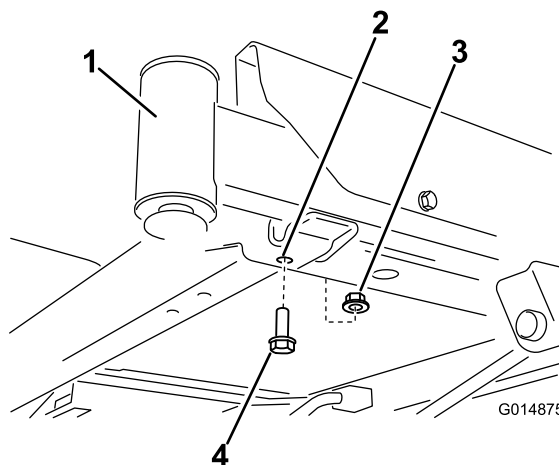
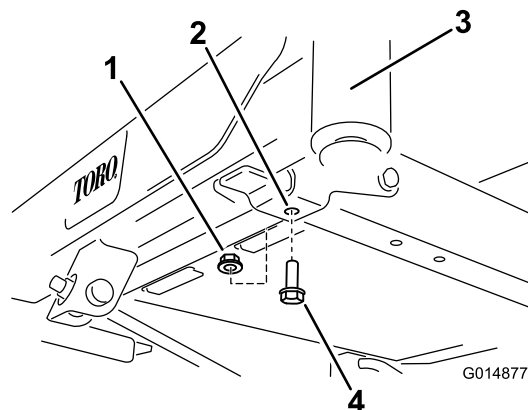

Bild 3
Bild 4
1. Ermitteln Sie die vorderen Schrauben an der Unterseite des Rahmens (Bild 3 und Bild 4).